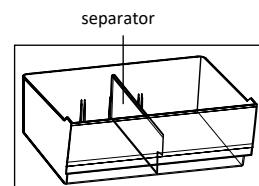

Figura 9
4.1.7 Cutia (pentru fructe și legume) are un separator, după cum se vede în figura 9, care se instalează în una din cele trei poziții cu ajutorul adânciturilor de direcționare.